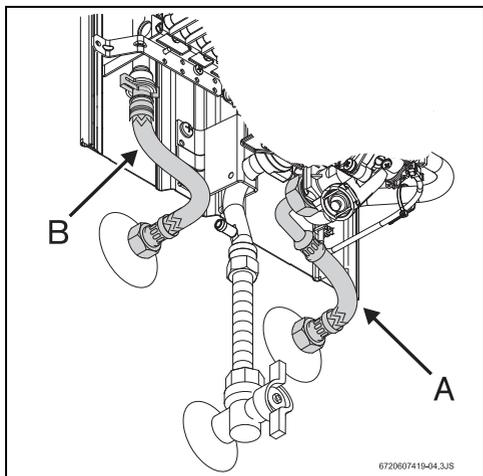

Рис. 10 Подключение водопровода
- ▶ Следить за тем, чтобы при подключении не перепутать место подсоединения водопровода холодной воды (рис. 10, поз. А - не поставляется с оборудованием) с местом подсоединения водопровода горячей воды (рис. 10, поз. В).